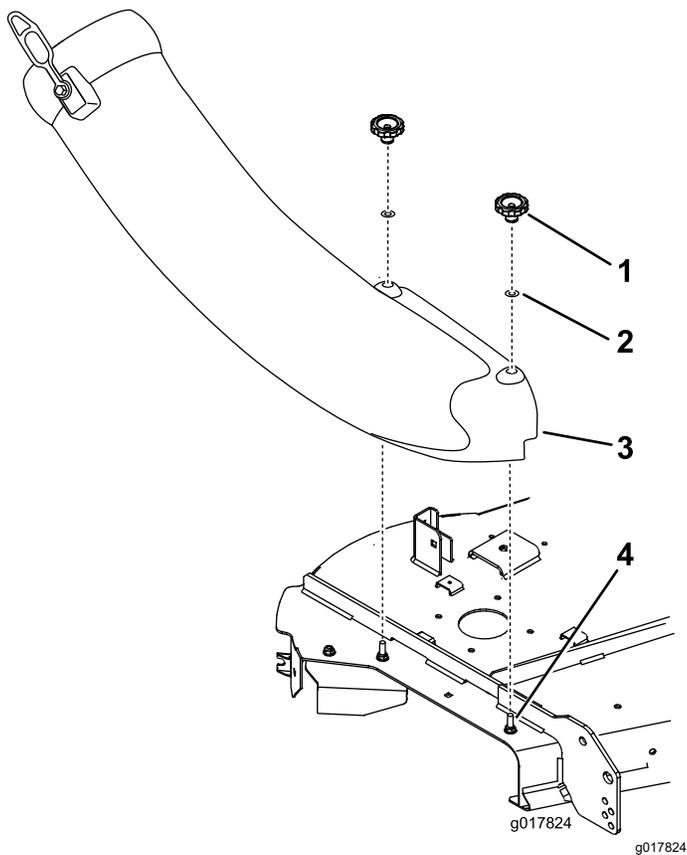

Figure 26
6. Alignez les trous de la goulotte et placez-le sur les boulons. Fixez la goulotte au tablier de coupe avec deux molettes de serrage et rondelles plates (5/16 po) (Figure 26).